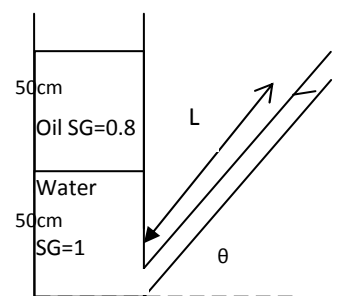

Fig.5
- Quelle est l'angle d'inclinaison du tube, si le tube et le réservoir sont ouverts (fig.5) ?